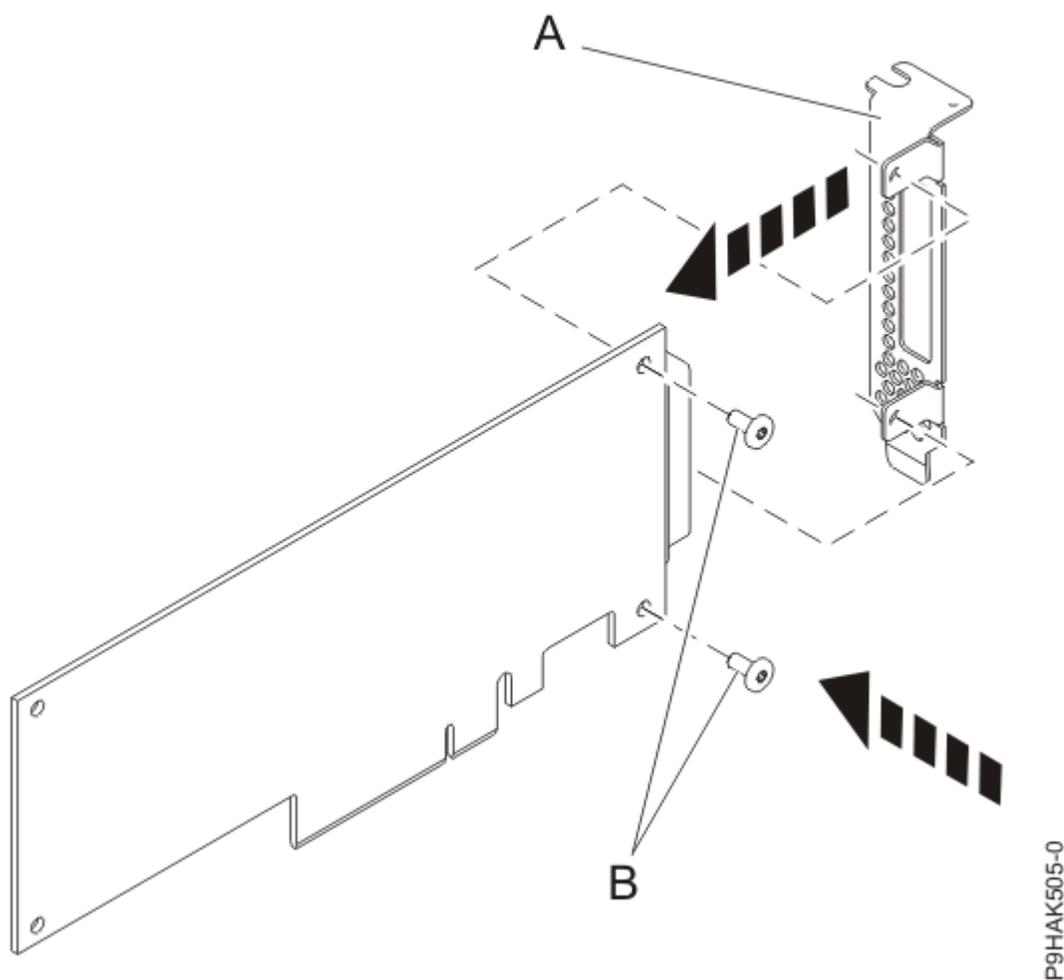

図 48. アダプターへのロープロファイル・テール・ストックの取り付け
14. 74 ページの図 48 に示すように、プラスのねじ回しと 2 個の留めねじ (B) を使用して、障害の発生したアダプターのテール・ストック (A) を新しいアダプターに取り付けます。